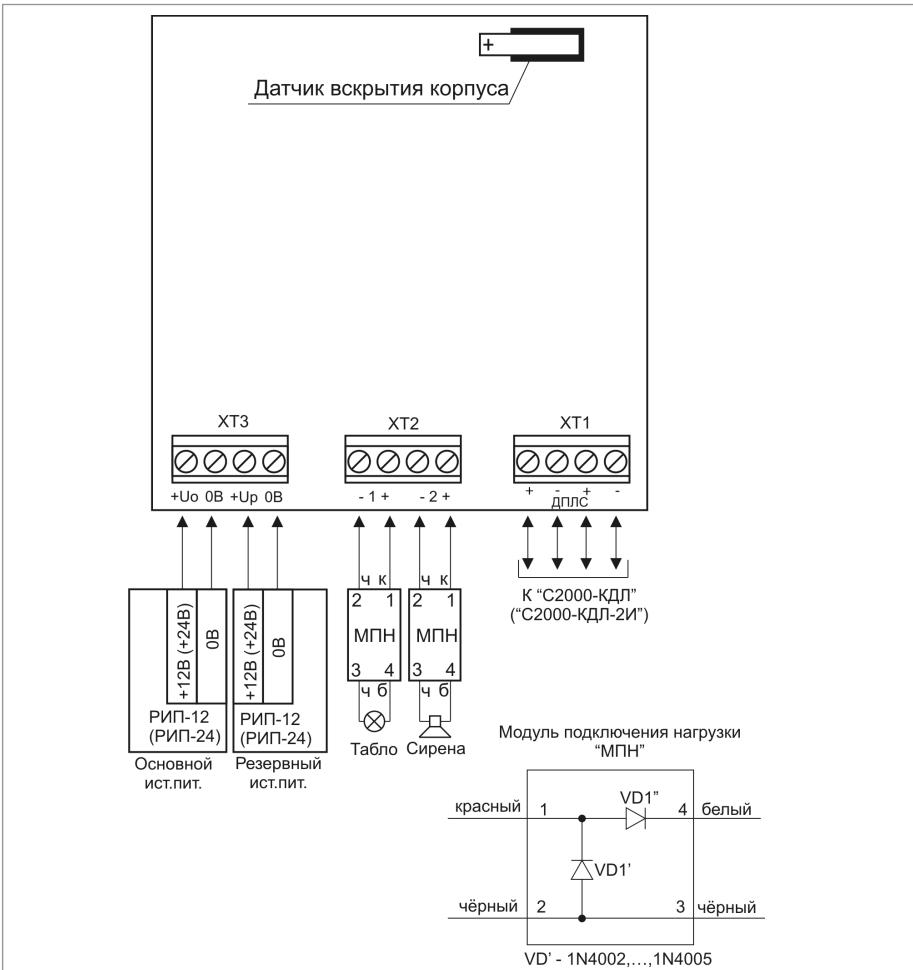

Рисунок 9. Схема внешних соединений блока «С2000-СП2 исп.02»
- Подключение соединительных линий производите в соответствии с проектной документацией и схемой на рис. 9.